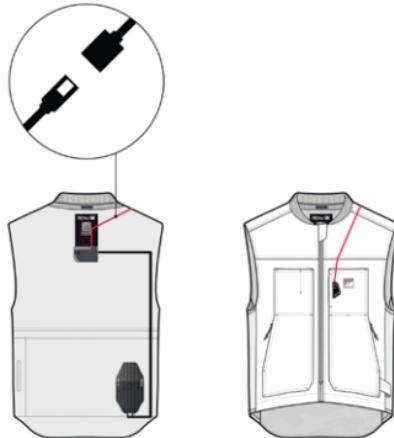

図16
2. 図 16 に示されている、LED ディスプレイ（2）に電力を供給するケーブルを外します。